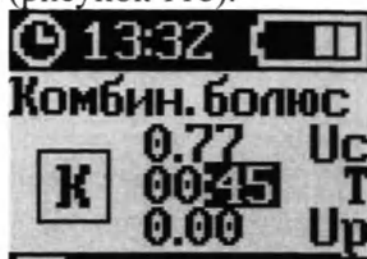

Рисунок 118 – Экран «КОМБИН.БОЛЮС» (минуты)
7. Нажать кнопку «ОК» для подтверждения ввода и перехода к установке длительности болюса в минутах (рисунок 118).